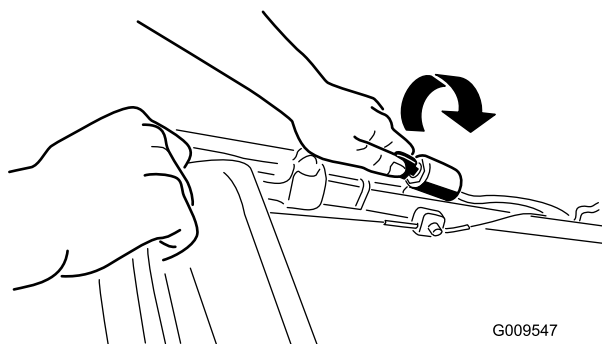
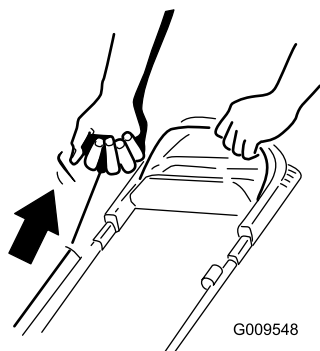

Рисунок 14
Рисунок 15
2. Поверните ключ зажигания (Рисунок 14) (только для моделей с электрическим запуском) или потяните за ручку механического стартера (Рисунок 15).
Примечание: Слегка потяните за ручку стартера без усилия до тех пор, пока не почувствуете сопротивление, после чего резко дерните ее (Рисунок 15). Дайте тросу медленно вернуться в ручку.